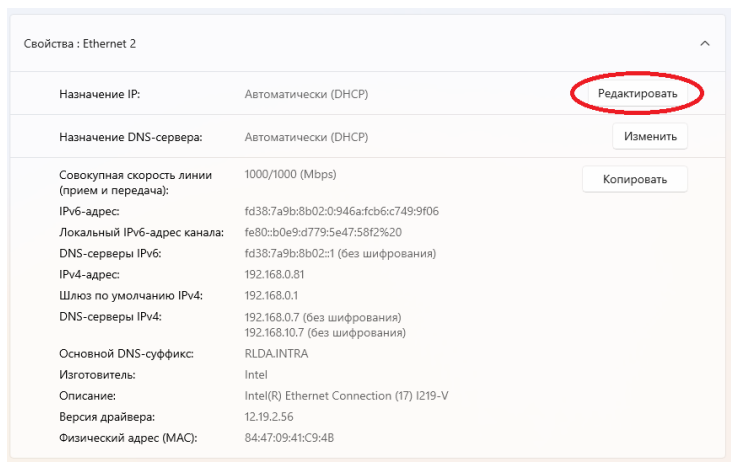

Рис. 1.4. Редактирование параметров назначения IP
- в пункте «Назначение IP» выбрать «Редактировать» (Рис. 1.4).